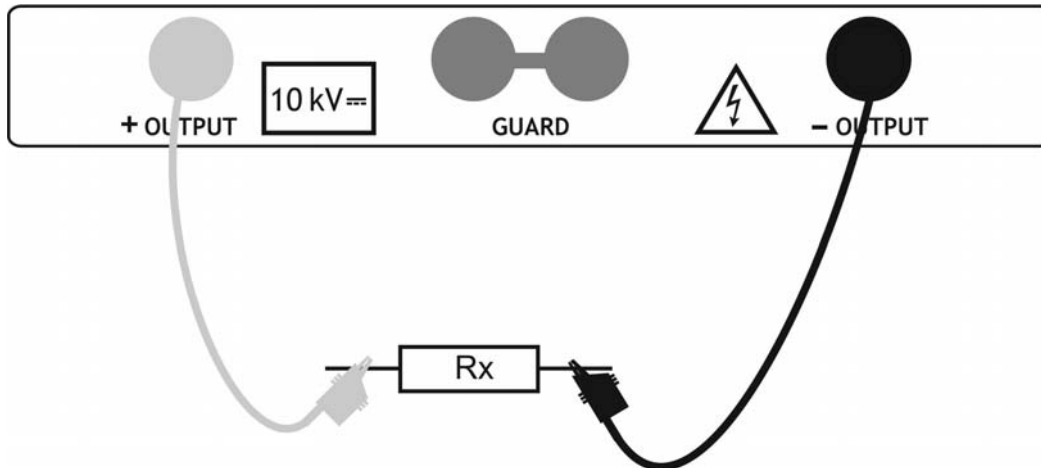

Fig. 46: Connexion de l'instrument pour test de rigidité diélectrique
5. Connecter l'embout de la borne 1 ou de la borne 2 (positif) et le câble noir des bornes 2 (négatif) à l'objet sous test (voir Fig. 46)